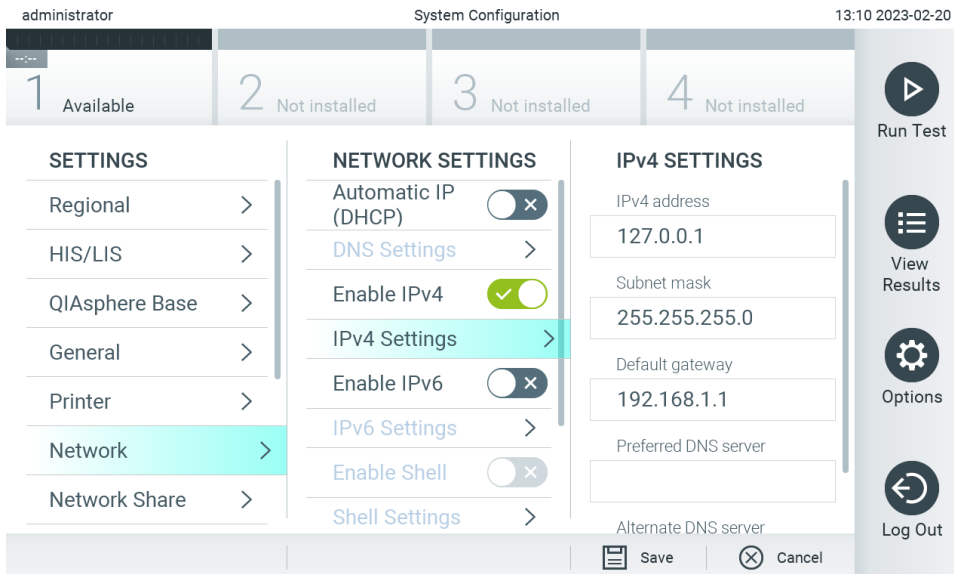

Abbildung 67. Konfiguration der Netzwerkeinstellungen.
2. Wählen Sie aus der Liste mit Einstellungen in der linken Spalte **Network** (Netzwerk) aus (Abbildung 67).